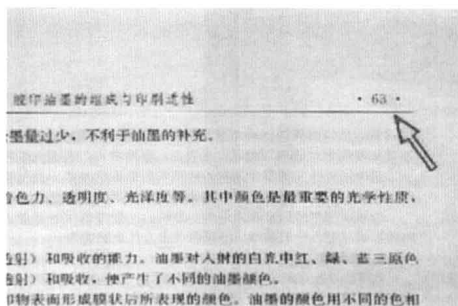

图 1-13 书眉
(8) 地脚 版心下边沿至成品边沿的区域。
(9) 版权页 印有图书在版编目 (CIP) 数据, 出版发行单位, 印、装单位, 幅面, 开本及定价的页面。
(10) 页 书刊中的每一张纸称为一页。
(11) 面 指每一页上的正反版面, 每一页有两面。
(12) 码 指每一面上印有的号码, 每页有两个号码, 也称页码。奇数页码总在一张书页的正面, 偶数页码总在背面。
(13) 暗码 为了设计需要, 一本书中扉页、版权页、前言、插图页等一般不排页码, 称为暗码。
(14) 书眉 为了突出篇章或章题, 在版心上, 用线与正文隔开, 其细墨线为书眉, 线上为书眉文字 (图 1-13)。